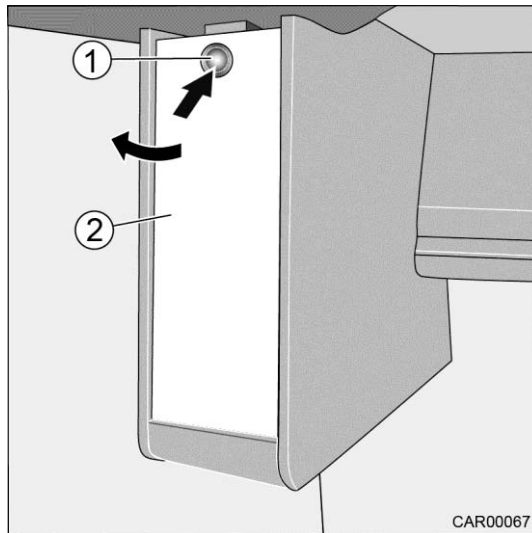

Fig. 150 Système coulissant de l'écran TV dans la chambre
1. Ouvrir la fermeture push-lock (Fig. 150/1).
2. Ouvrir le volet (Fig. 150/2).